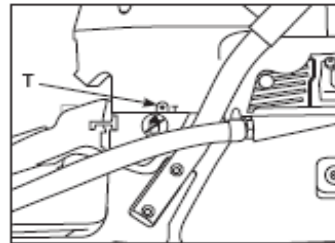

Fig. 3
- \* Uma vela suja ou usada pode provocar a perda de potência, dificuldades de arranque ou funcionamento irregular (Fig. 3).